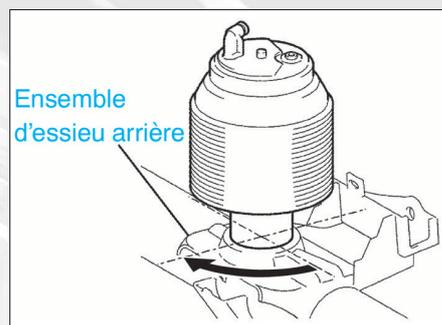

FIG. 23
- Tourner le vérin pneumatique de 90 degrés et déposer l'ensemble de l'essieu arrière (fig. 23).